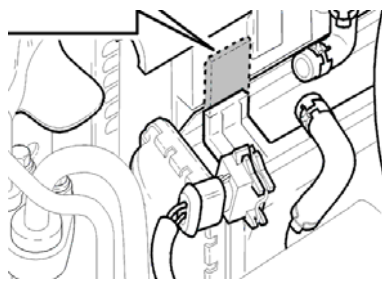

Fig. 6
- Cortar parcialmente o suporte (Fig. 6).